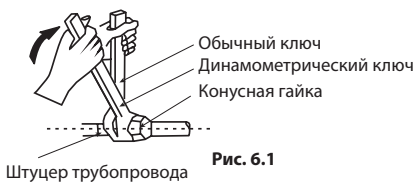

Рис. 6.1
- При установке или демонтаже трубопровода используйте два гаечных ключа - обычный и динамометрический. См. рис. 6.1.